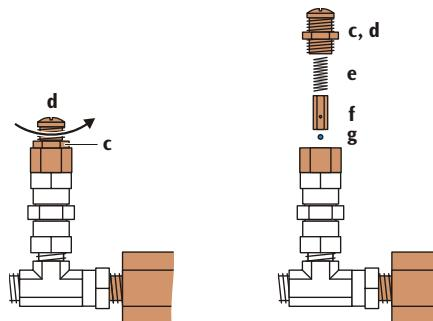

Fig. 7: Desmontaje de la válvula de seguridad.
- Se afloja la tuerca de fijación (DN 14) de la válvula de seguridad y se saca la tapa de la válvula con un destornillador (Fig. 7).